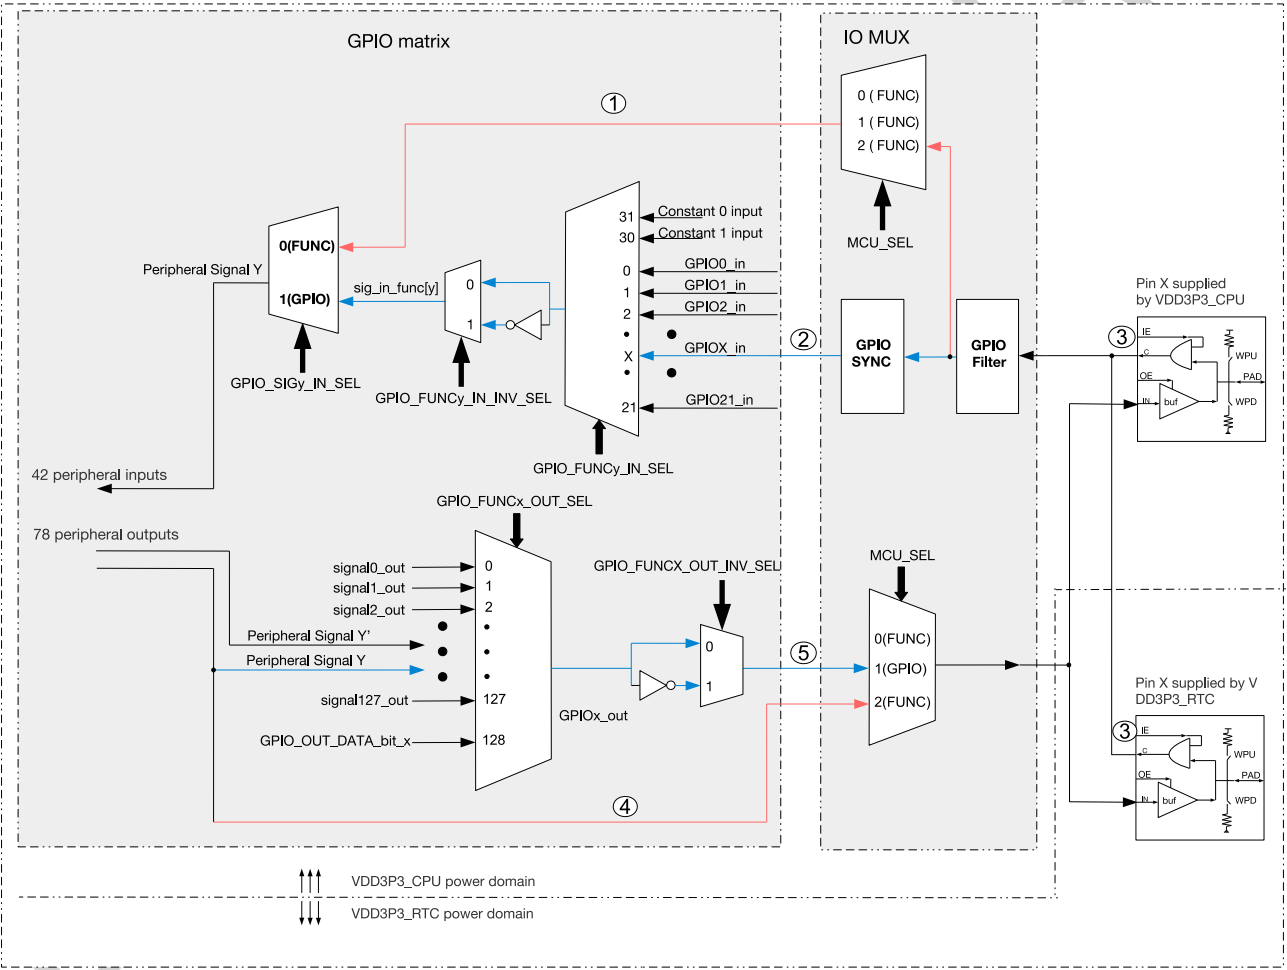

图 5-2. IO MUX 和 GPIO 交换矩阵框图（详图）
- 图 5-2 详细展示了 IO MUX 和 GPIO 交换矩阵将信号引入外设和引出至管脚的具体过程；
如图 5-2 所示，对于信号输入，外部输入信号从 GPIO 管脚输入，经 GPIO SYNC 模块同步至 APB 总线时钟后进入 GPIO 交换矩阵。外部输入信号也可以通过 IO MUX 直接进入外设，但信号无法经由 GPIO SYNC 模块同步。
如图 5-2 所示, 对于信号输出, 78 个输出信号 (即在表 5-2 中“输出信号”列的所有信号) 中的某一个信号通过 GPIO 交换矩阵到达 IO MUX, 然后连接到某个 GPIO 管脚。